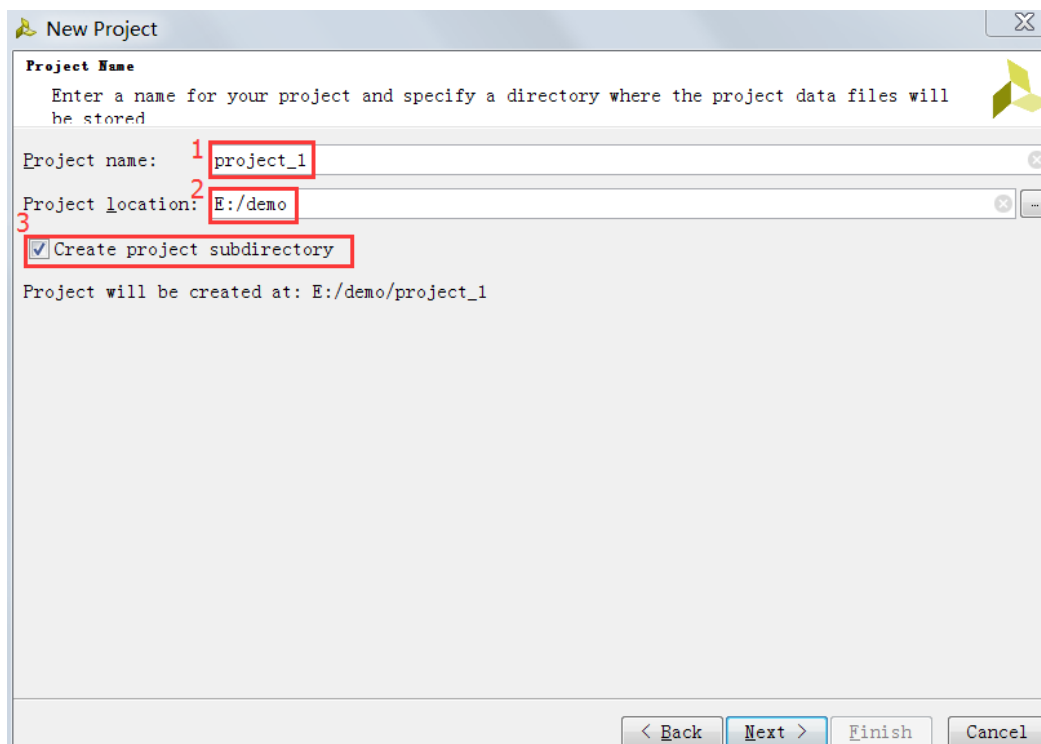

图 2-3 命名及设置路径
3) 在 Project Name 界面中, 工程名称预置为 project_1 (可根据个人需要进行修改), 设置好工程存放路径为 E:/demo (或其它拟存放工程的路径), 勾选创建工程子目录的选项 (默认项), 如图 2-3。这样, 整个工程文件都将存放在创建的 demo 子目录中。点击 Next。(注意: 路径以及工程名必须是英文!)